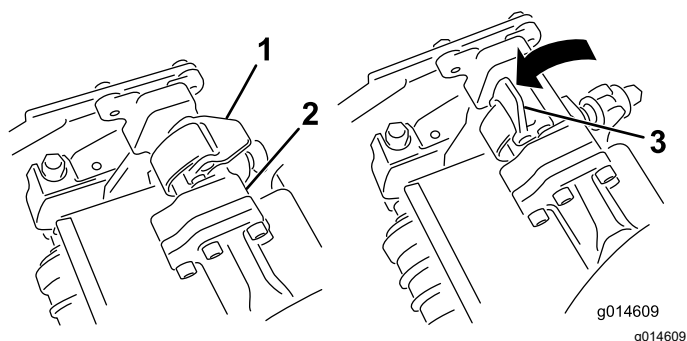
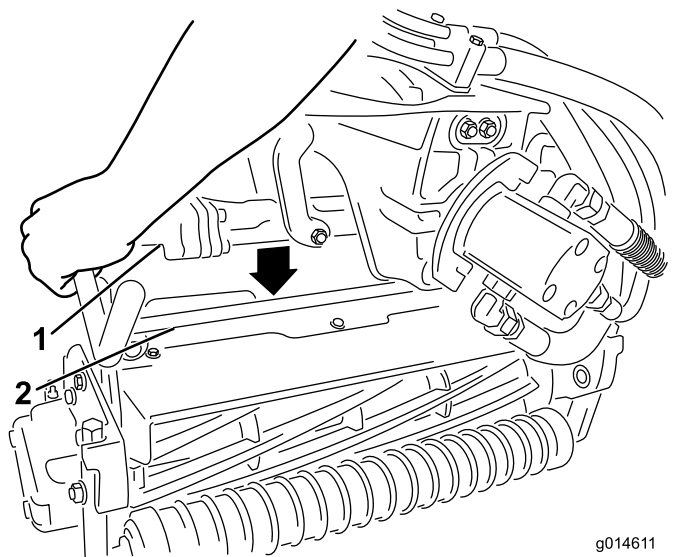

図 47
図 48
3. サスペンションアームのバーについているラッチを上向き開いた状態にして 図 47、サスペンションアームを押し下げて、バーを、カッティングユニットのバーの上に被せるようにする 図 48。
4. ラッチを下げて閉じるとカuttingユニットのバーがロックされてユニットがアームにセットされる図 47。
アームのバーについているラッチを開く図 47。